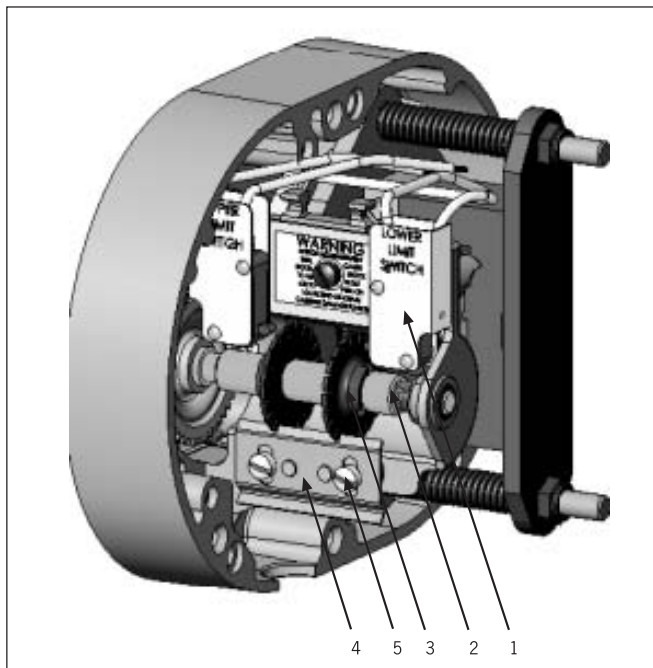

Abb. 19 - Endschalter - Gehäusetypen A bis H-2
4. Die Schrauben lösen, damit die Führungsplatte aus der Verbindung mit den Stellmuttern verschoben werden kann (Abb. 19 und 20).
Abb. 19 a - Endschalter - Gehäusetypen A bis H-2
4. Die Schrauben lösen, damit die Führungsplatte aus der Verbindung mit den Stellmuttern verschoben werden kann (Abb. 19 und 20). Das Verstellen der einen Stellmutter in Richtung der anderen vergrößert den Hakenweg, das Verstellen in Gegenrichtung verringert den Hakenweg. Die Stellmutter, die dem Endschalter "Upper Limit Switch" am Nächsten liegt drehen, bis sie die Kontakte des Endschalters unterbricht. Das Öffnen des Schalters wird durch ein vernehmbares Klicken angezeigt. Jetzt die Stellmutter in Richtung Schalter um einen weiteren vollen Zahn drehen.
4. Die Schrauben lösen, damit die Führungsplatte aus der Verbindung mit den Stellmuttern verschoben werden kann (Abb. 19 und 20). Das Verstellen der einen Stellmutter in Richtung der anderen vergrößert den Hakenweg, das Verstellen in Gegenrichtung verringert den Hakenweg. Die Stellmutter, die dem Endschalter "Lower Limit Switch" am Nächsten liegt, drehen bis sie die Kontakte des Endschaltes unterbricht. Das Öffnen des Schalters wird durch ein vernehmbares Klicken angezeigt. Jetzt die Stellmutter in Richtung Schalter um einen weiteren vollen Zahn drehen.